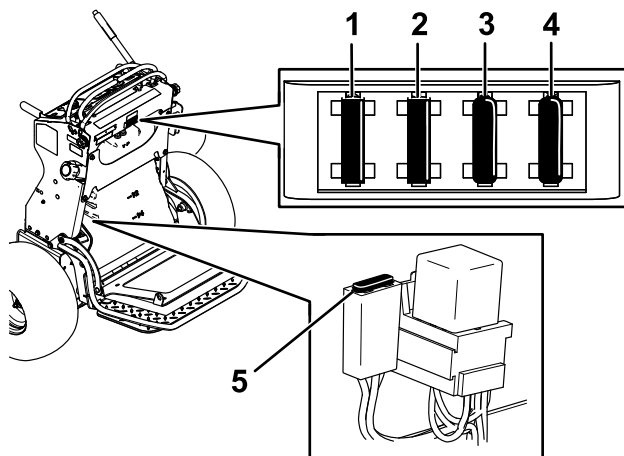

Рисунок 56
5. Выньте предохранитель и замените его (Рисунок 56).